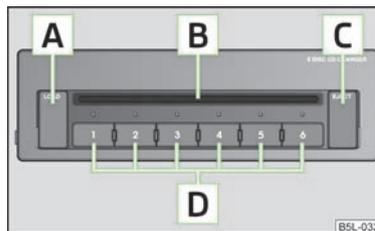

Abb. 113
- Die Taste [C] » Abb. 113 antippen und die CD (Compact Disk) in den CD-Schacht [B] einführen. Die CD wird automatisch auf die niedrigste freie Position im CD-Wechsler geladen. Die Kontrollleuchte in der entsprechenden Taste [D] hört auf zu blinken.